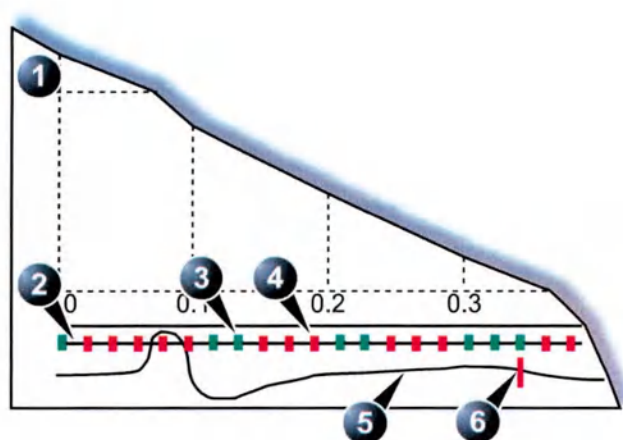

Рис. 9-2. Блокировка кадров
2. Наведите курсор на маркер нужного кадра в одном из сердечных циклов (см. Рис. 9-2).